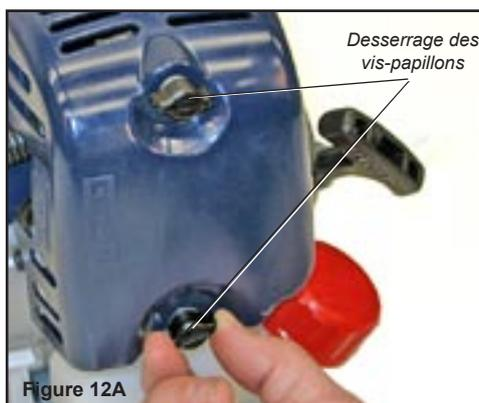

Figure 12A
1. Enlever le couvercle du filtre à air en desserrant les vis-papillons. Voir figure 12A.